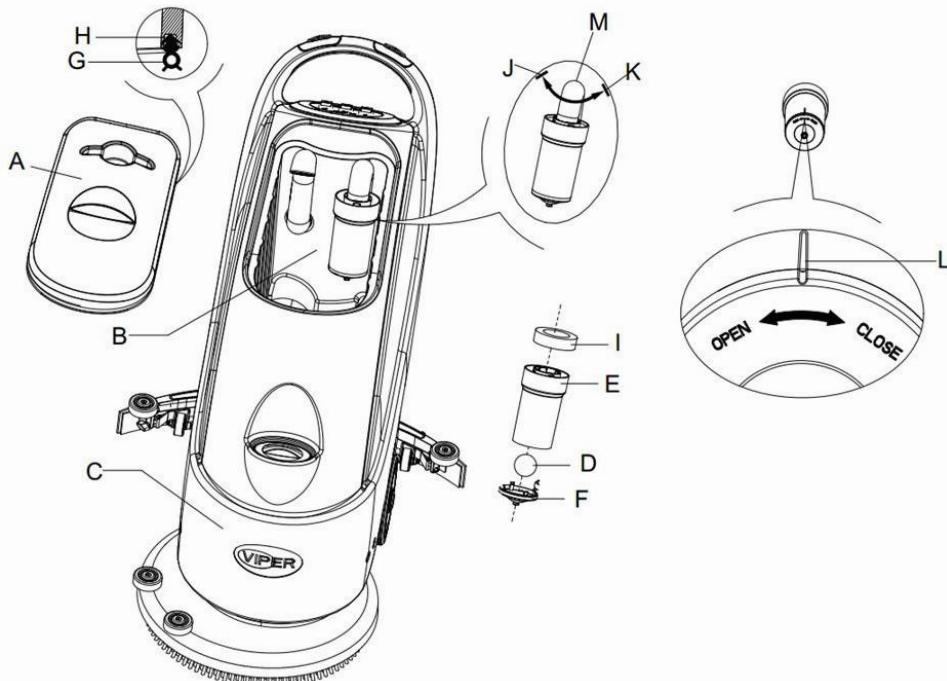

Abbildung 16
2. Drücken Sie den Netzschalter (41) auf die "O"-Position und schalten Sie das Gerät aus.
3. Öffnen Sie die Abdeckung des Schmutzwassertanks (A, Abbildung 16), und entnehmen Sie den Schwimmer (36) aus dem Schmutzwassertank.
4. Verwenden Sie klares Wasser zur Reinigung des Tankdeckels (A), der Tanks (B und C) und der Schwimmer-Filterfassung (E). Lassen Sie durch das Schmutzwasserrohr (15) das gesamte Wasser aus dem Wassertank ablaufen.
5. Folgen Sie, falls nötig, den Symbolen "Öffnen" und "Schließen", wie in Abbildung 16 dargestellt, öffnen Sie den unteren Deckel (F) des Schwimmer-Filters und reinigen den Schwimmer (D), die Schwimmer-Filterfassung (E) und den Filter-Schwamm (I). Fixieren Sie nach der Reinigung den Schwimmer auf der Schwimmer-Filterfassung (E), und richten Sie die Markierungsnu (L) des unteren Deckels (F) des Schwimmer-Filters nach der Markierungsnu (L) der Schwimmer-Filterfassung (E) aus. Drehen Sie den unteren Deckel (F) des Schwimmer-Filters fest und fixieren Sie den Filter-Schwamm (I) auf der Schwimmer-Filterfassung (E) und dann auf dem Vakuum-Rohr (M).
6. Überprüfen Sie die Zuverlässigkeit des Dichtrings (G) der Wassertankabdeckung.
**Der Dichtungsring (G) des Wassertanks dient dazu, im Wassertank ein Vakuum zu erzeugen. Er muss vollständig abgedichtet sein, um das Abwasser effektiv vom Boden absaugen zu können.**
Falls erforderlich, sollte der Dichtungsring des Wassertanks (G) aus der Nut (H) entnommen und ausgetauscht werden. Beim Einsatz eines neuen Wassertank-Dichtrings, wie in Abbildung 16 unten dargestellt, installieren Sie den Anschluss im mittleren Bereich des hinteren Teils.
7. Prüfen Sie, ob die aufnehmende Oberfläche des Dichtrings (G) intakt ist und ausreichend abdichtet.
8. Schließen Sie die Abdeckung des Schmutzwassertanks (A).